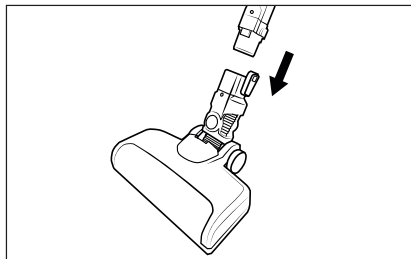

Fig. 2
- 2) Introduzca el tubo de aspiración **23** en el cepillo para suelos **21** hasta que encastre audiblemente con un chasquido (consulte la fig. 2).